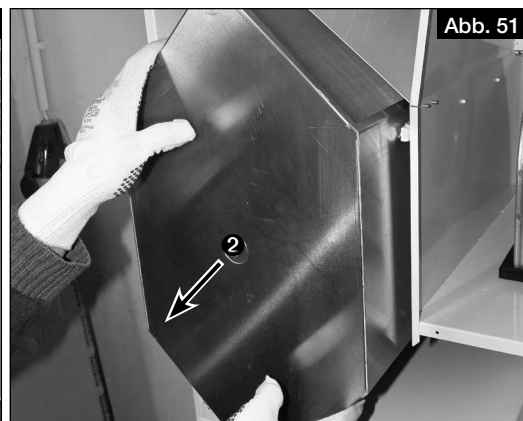

Abb. 51
4. Wärmetauscher ❷ vorsichtig aus dem Gerät ziehen (s. Abb. 51).